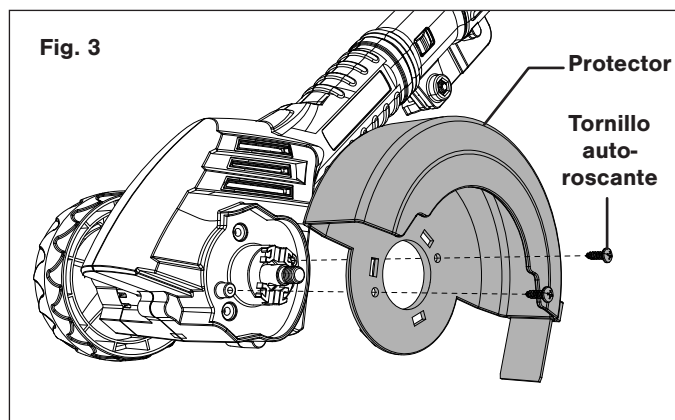

Fig. 3
1. Instale el protector sobre el cabezal de barredora, asegurándolo con los dos tornillos auto-roscantes (Fig. 3).